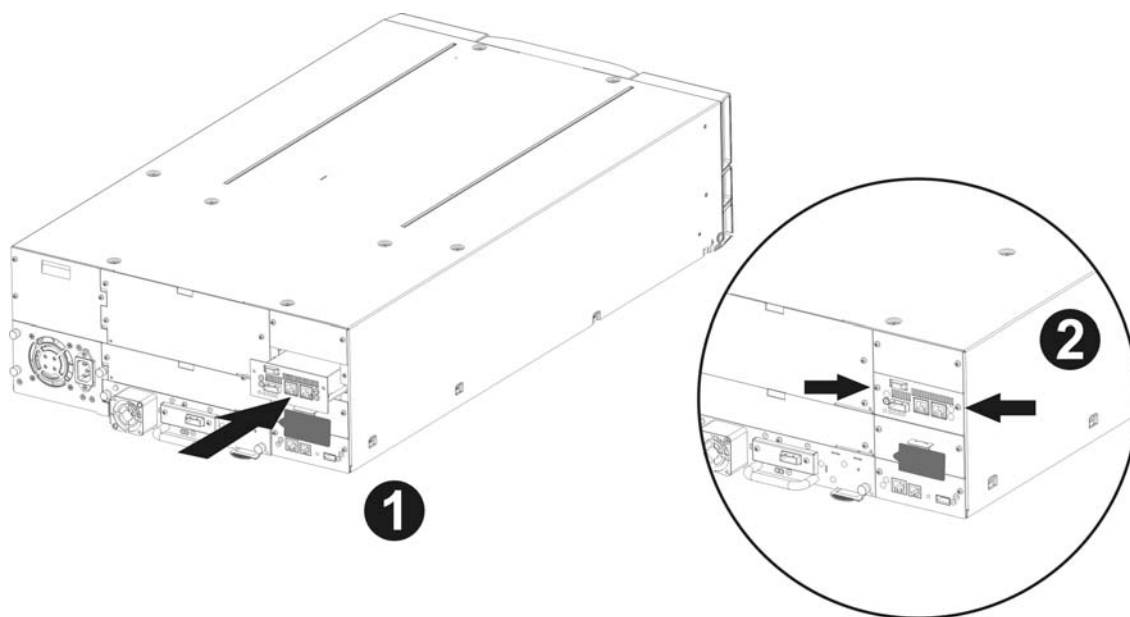
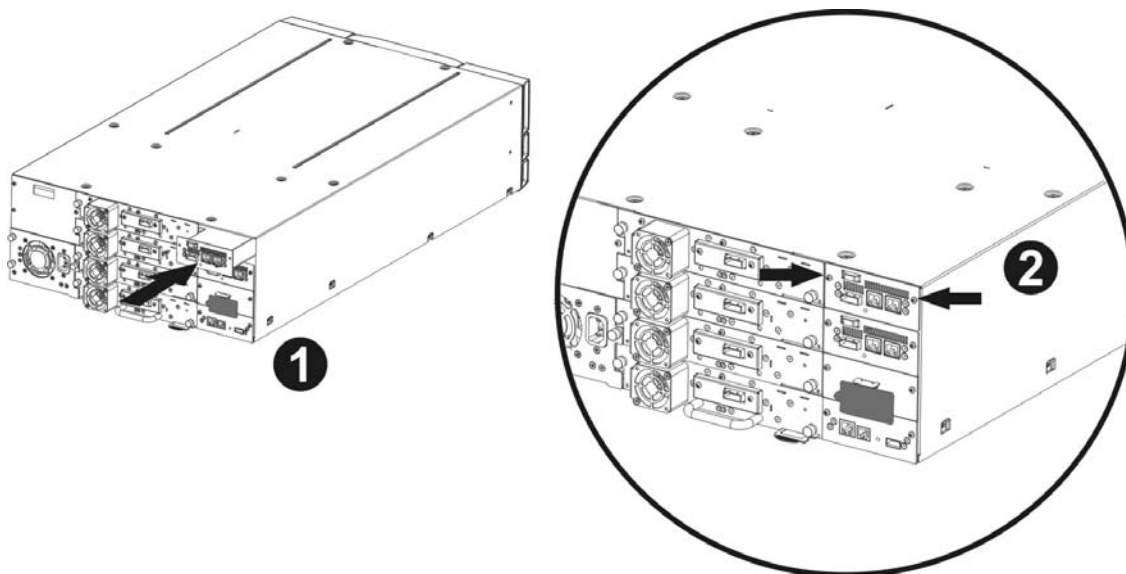

图 8 在 PowerVault TL4000 中安装桥接器
图 10 在 PowerVault TL4000 中安装第二个桥接器
- 打开 iSCSI 板的包装并将其安装到库中 ( 参见图 8 和图 10 的步骤 1 )。
- 用两颗螺钉将桥接器固定到位（参见图 8 和图 10 的步骤 2）。